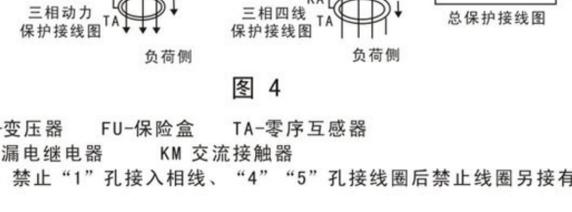

图 4
5.2.5 零序互感器不同的穿线方法可分为不同的保护方法，详见图4。总保护接线图中（1）、（2）两种方法，提倡（1）接法。如果采用（2）接法，必须验证零线桩接地线的电流值等于三相四线总线的漏电电流矢量和，并一定要穿在零桩接地线上。互感器与继电器用插头联接，拔下时请按住防脱扣装置。